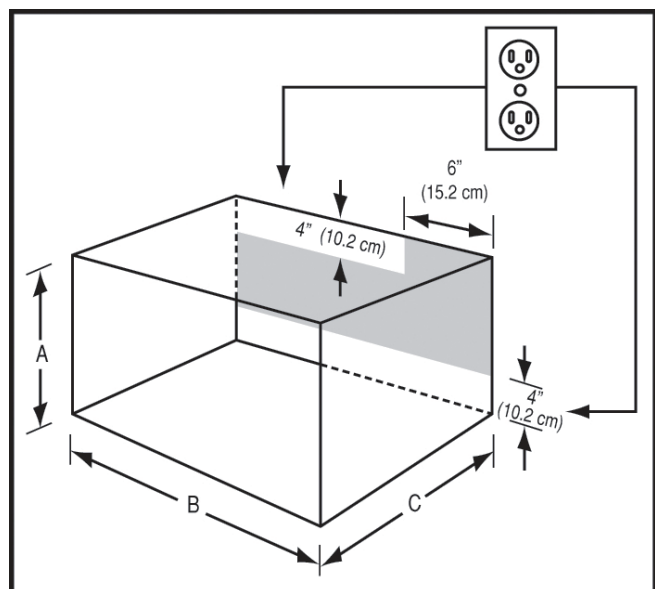

Ilustración 3
**Dimensiones de la apertura (consulte ilustración 3)**
La toma de corriente NO debe estar ubicada en la zona sombreada que se indica en la Ilustración 3.